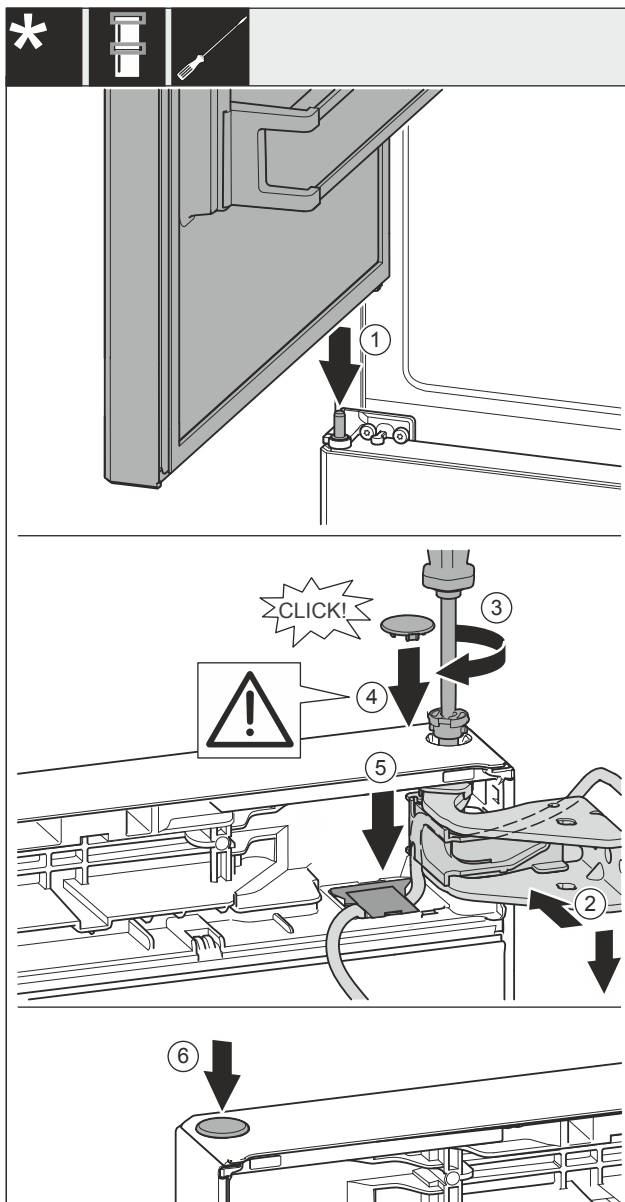

Fig. 36
- Horní dveře usadíte na prostředním ložiskovém čepu Fig. 36 (1).
- Dveře nahoře vyrovnejte s otvorem ve stojanu ložiska Fig. 36 (2).
- Vložte čep Fig. 36 (3) a pevně jej utáhněte šroubovákem.
- Nasadte kryt Fig. 36 (4).
- Zkontrolujte, zda kryt Fig. 36 (4) doléhá na dveře.
- Vložte kryt Fig. 36 (5) a zatlačte jej směrem dolů, dokud nezacvakne.
- Nasadte kryt Fig. 36 (6).